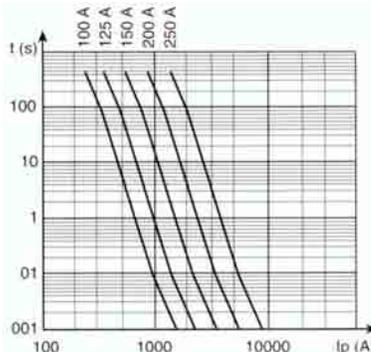
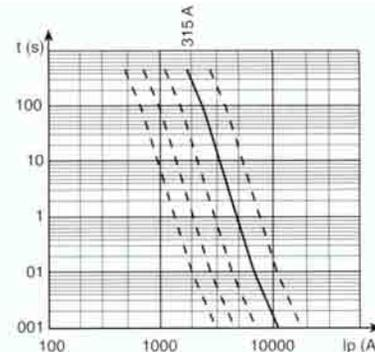

Fig. 1
Fig. 2
- Servicio Temporal: dada la intensidad permanente I_p se determina la duración máxima T_s de una sobre intensidad I_s siguiendo la línea 1 (Fig. 2).
Las curvas de fusión de los cortacircuitos fusibles **FUSARC CF** (Fig. 1) y **FERRAZ** (Fig. 2), que figuran a continuación, representan valores medios con una tolerancia sobre la intensidad eficaz I del ± 10%.